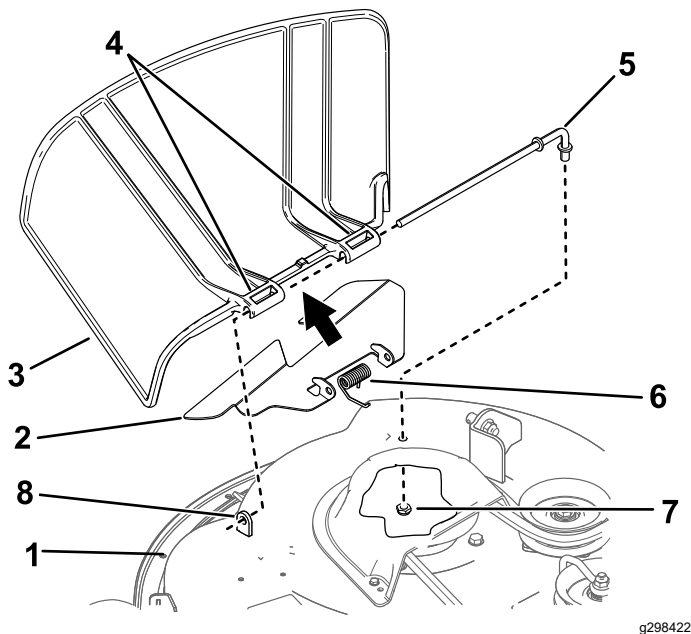

Figura 74
1. Remova a porca ($\frac{3}{8}$ pol.) da barra debaixo do cortador (Figura 74).
2. Faça deslizar a barra para fora da parte saliente curta, da mola e do defletor de relva (Figura 74).
4. Instale o novo defletor de relva (Figura 74).
7. Deslize a barra através do segundo suporte do defletor de relva (Figura 74).
9. Fixe a extremidade traseira da barra ao cortador com uma porca (3/8 pol.), como se mostra na Figura 74.